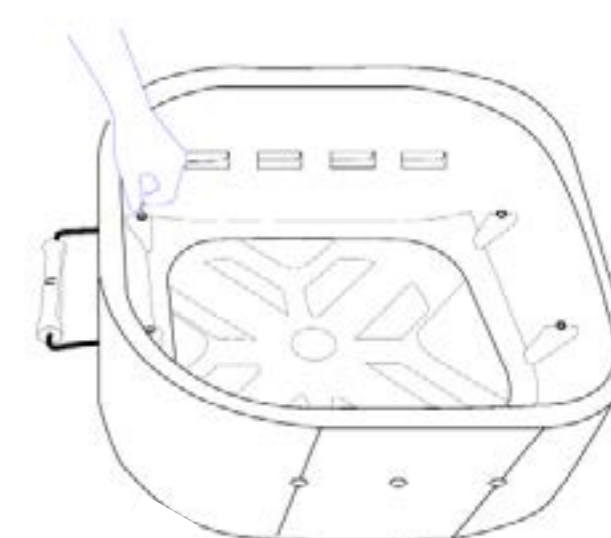

fig 3
Paso 5: repetir el paso anterior en el segundo orificio (fig. 3)